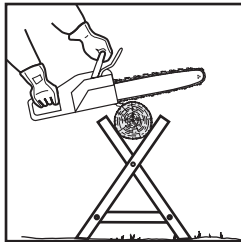

Fig. 34
5. Poser les petits rondins sur un socle de sciage ou sur un autre rondin pendant le débitage (Fig. 34).